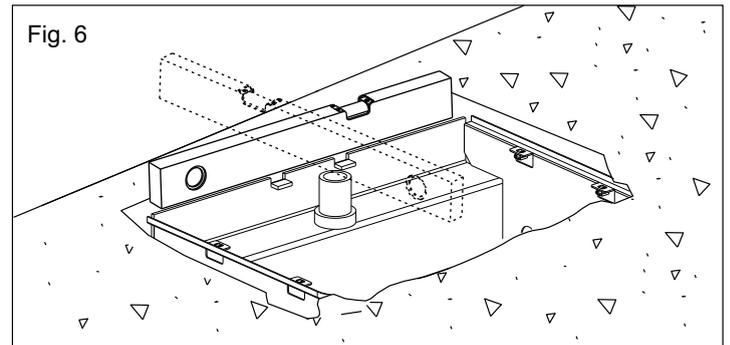
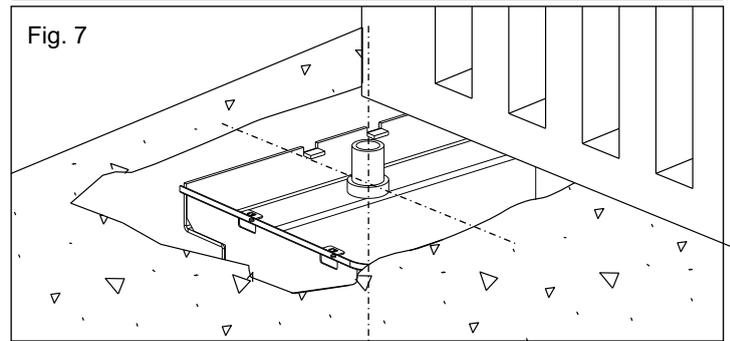

Fig. 6
Fig. 7
2.3. Avant de cimenter la caisse portante, utiliser un niveau pour la rendre parfaitement horizontale sur le sol (Fig. 6) et perpendiculaire à l'axe du portail (Fig. 7). Faire de manière que l'axe de la charnière supérieure du portail coïncide avec l'axe de l'arbre de la caisse portante. Respecter la distance de 64 mm entre le couvercle de la caisse portante et la base du portail.